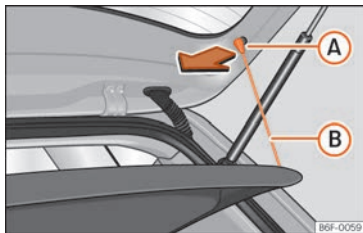

Abb. 121 Im Gepäckraum: Gepäckraumabdeckung aus- und einbauen.
- Hängen Sie die Haltebänder »» **Abb. 121** **B** aus den Aufnahmen **A** aus.
- Hängen Sie die Haltebänder »» **Abb. 121** **B** an der Heckklappe ein.